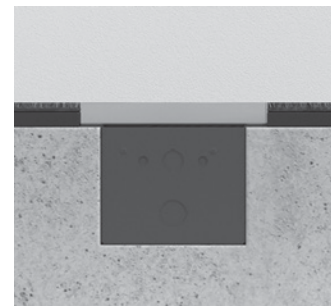

Figure 12C: Grille de aligné
18. Répétez ce processus jusqu'au niveau. **Note:** la grille doit être alignée la surface du plancher. Voir figure 12C (Grille de aligné) ou Grille de surface 12D.